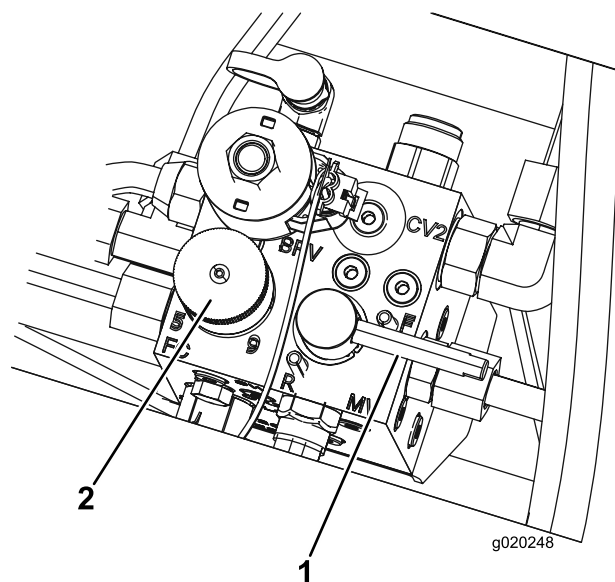

Рисунок 99
- 3. Установите рычаг заточки обратным вращением в положение F (скашивание) (Рисунок 99).